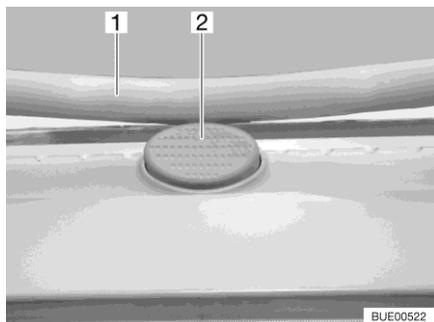

Fig. 28 Bottone di sicurezza (oblò Heki)
- Premere il bottone di sicurezza (Fig. 28,2) e tirare verso il basso la staffa (Fig. 28,1) con entrambe le mani.
- Premere la staffa verso l'alto con ambedue le mani, finché la staffa non poggia al di sopra del bottone di sicurezza (Fig. 28,2).